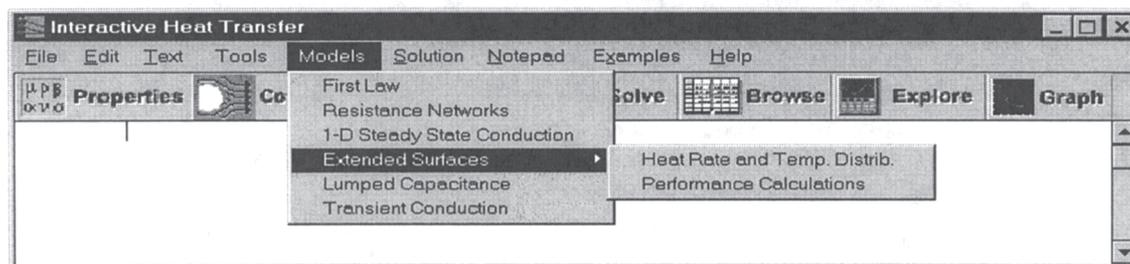
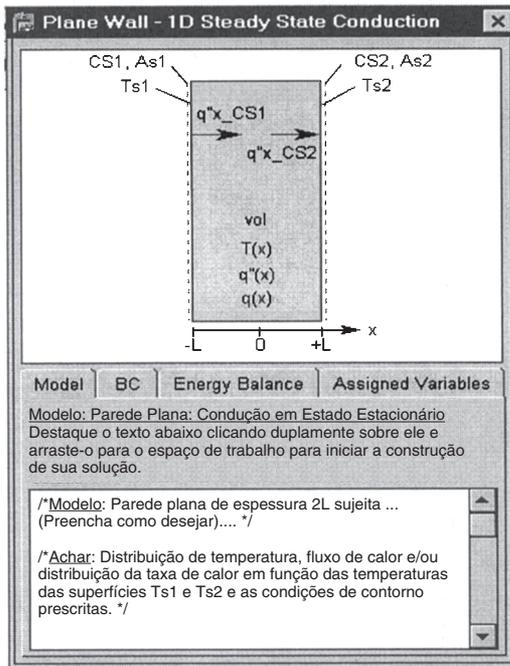

Fig. 15 Menu Models.
Fig. 16 Viewpad da 1-D Steady State Conduction for Plane Wall.
O **IHT Models** é utilizado para simular diversos sistemas comuns, incluindo 1) Primeira Lei, 2) Circuitos Resistivos, 3) Condução Unidimensional em Regime Estacionário, 4) Superfícies Estendidas, 5) Capacidade Concentrada e 6) Condução Transiente. Cada modelo contém equações básicas que podem ser personalizadas. Quando você clica no menu **Model**, uma seleção de modelos, conforme mostrada na Fig. 15, irá aparecer. Clicando em qualquer um desses itens do menu, você obterá um viewpad do Model tal qual o mostrado para a Condução 1-D em Regime Estacionário para a Parede Plana na Fig. 16. Duas características importantes do Schematic (gráfico utilizado para descrever o sistema físico e o processo do modelo) no viewpad do Model são os itens destacados em vermelho e azul (Fig. 16). Os itens vermelhos em um Schematic indicam processos de transferência de calor (setas) e as superfícies de controle (linhas tracejadas). A direção da seta indica fluxo de calor positivo. Os itens azuis em um esquema indicam os itens que, quando clicados, fornecem informações adicionais na forma de um Tool Viewpad (Fig. 17). Na visualização do Schematic, clicando nesses itens você obterá as equações das taxas correspondentes que podem ser copiadas para o Workspace e utilizadas para montar os modelos. Normalmente, existem diversas Tabs na visualização do Model, incluindo Model Tab, Equation Tabs (Boundary Condition (BC) Tab e Energy Balance Tab na Fig. 16) e Assigned Variables Tab. O Model Tab fornece os textos de descrição e considerações, que você pode escolher e colar na sua área de trabalho. Esses textos ajudam a lidar com as equações na sua área de trabalho e torná-las mais fáceis de entender. A Equation Tabs fornece as equações necessárias para um problema em particular. Observe que no BC Tab você pode pegar as condições de contorno da lista clicando na caixa apropriada (Fig. 18). Como as condições de contorno são especificadas para cada superfície, uma lista de incógnitas é adicionada ao Assigned Variables Tab. Copie as equações desse Tab para o Workspace e preencha os valores conhecidos para o problema.